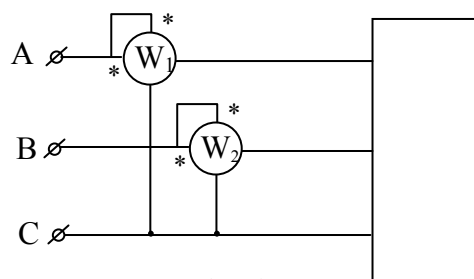

Рис. 3.5.1
3.5.4. Два одинаковых ваттметра включены в трехфазную сеть (рисунок 3.5.1). Определить показания обоих приборов при симметричном режиме нагрузки, линейном напряжении  $U_{\text{л}}=120$  В, линейном токе 5 А, при различных углах сдвига фаз нагрузки:  $0^\circ$ ,  $30^\circ$ ,  $60^\circ$ ,  $90^\circ$ .